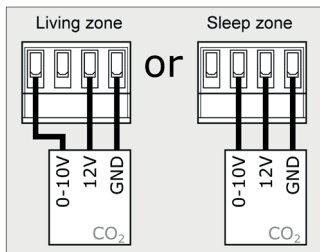

Fig. 4.7 - Aansluiting optionele CO2 Sensoren
- ☞ Bevestig de tweede pin van links (Fig. 4.7) alleen wanneer de CO2 Sensor zich in de slaapzone bevindt.
- ☞ Bevestig de eerste pin van links (Fig. 4.7) alleen wanneer de CO2 Sensor zich in de woonzone bevindt.